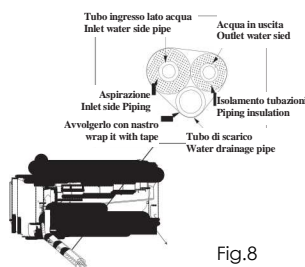

Fig.8
2. Estrarre le tubazioni dal corpo, avvolgere i fili elettrici e tubo di acqua con nastro adesivo e tirare attraverso il foro di tubazione (come indicato in Fig.8)
2. Take out the piping from body case, wrap the piping electric wire, water pipe with tape and pull them through the piping hole (As show in Fig.8)